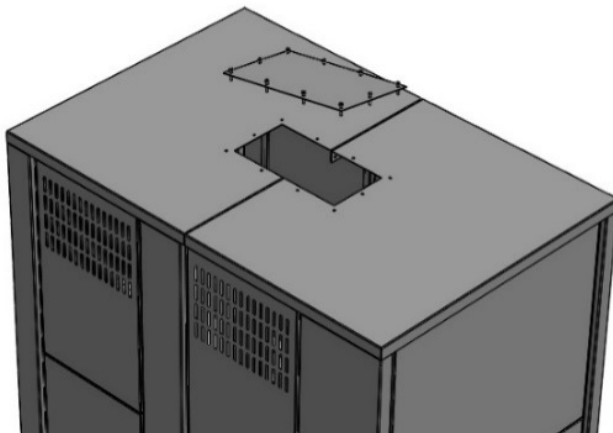

Figure 3: Plaque de recouvrement amovible
1. Pour des transformateurs fermés, enlevez la plaque de recouvrement sur le toit de l'enceinte. Voir figure 3.